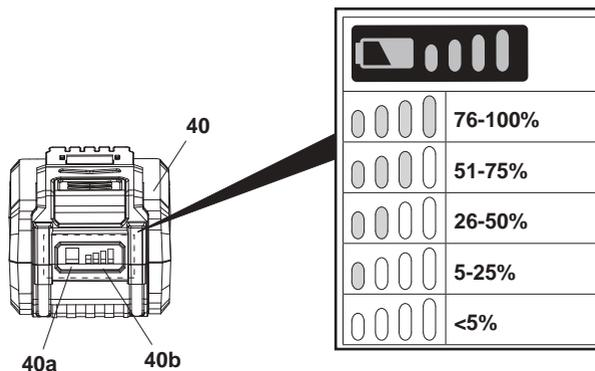

Fig. 23
La batería (40) está equipada con indicadores de capacidad de la batería (40b) que se utilizan para indicar la capacidad restante de la batería. Pulse el botón de capacidad (40a) para comprobar la capacidad de la batería (Fig. 23). Los LED permanecerán encendidos durante aproximadamente 3 segundos.